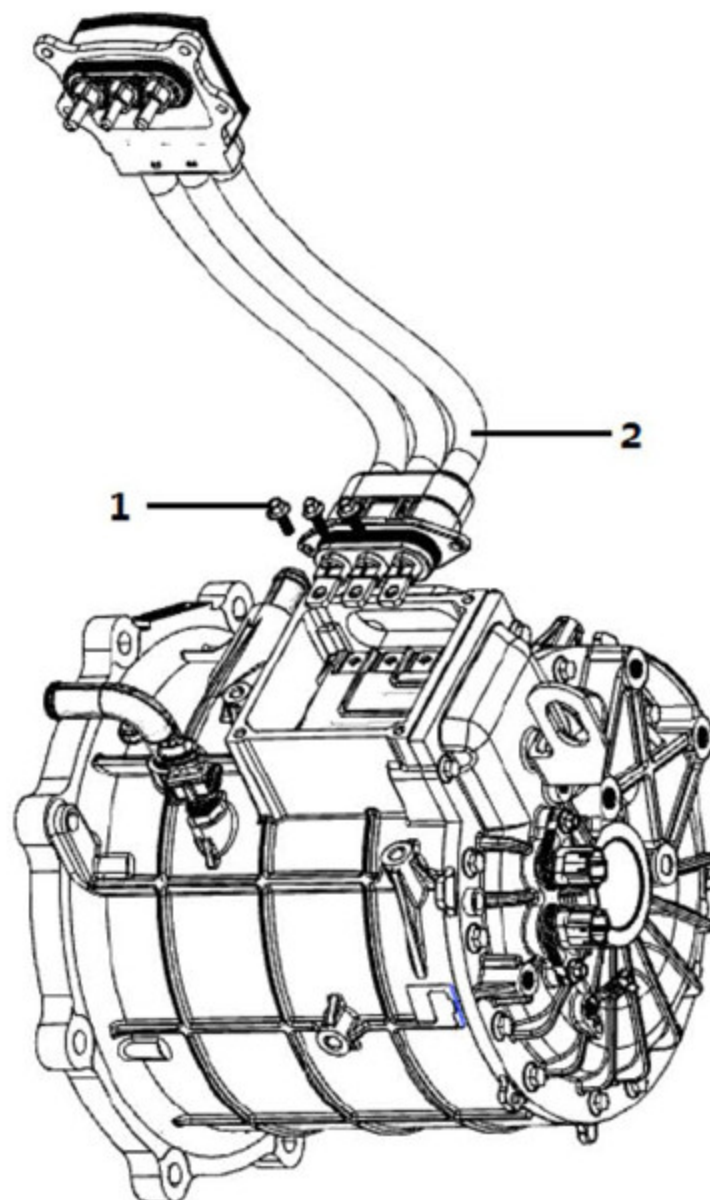

图8
①拆卸前：将电机平放于工作台上，使其平稳放置，拆分时确保电机的安全。
②拆卸维修：当三相动力线束需要维修时，先对接线盒盖进行拆卸。用扳手将固定三相动力线束和接线座铜排的螺栓（1）拧下。将固定三相动力线束法兰的 M6*16 六角头螺栓拧下，拔出三相动力线束（2）维修。（拔出时注意不要损坏三相动力线束）（见图 8）